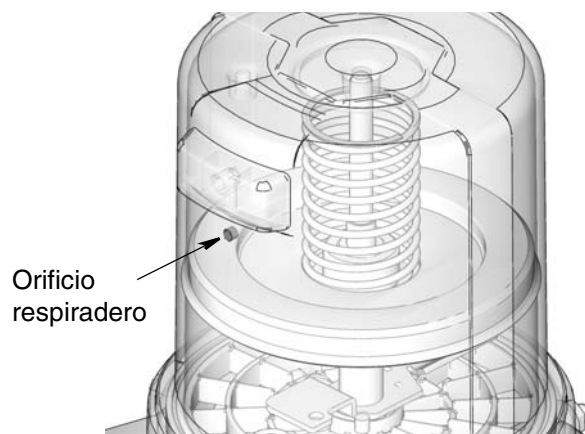

FIG. 13
3. Llene el depósito con grasa hasta que el sello de la placa seguidora sobrepase el orificio respiradero (FIG. 13) y se haya expulsado la mayor parte de aire del depósito.